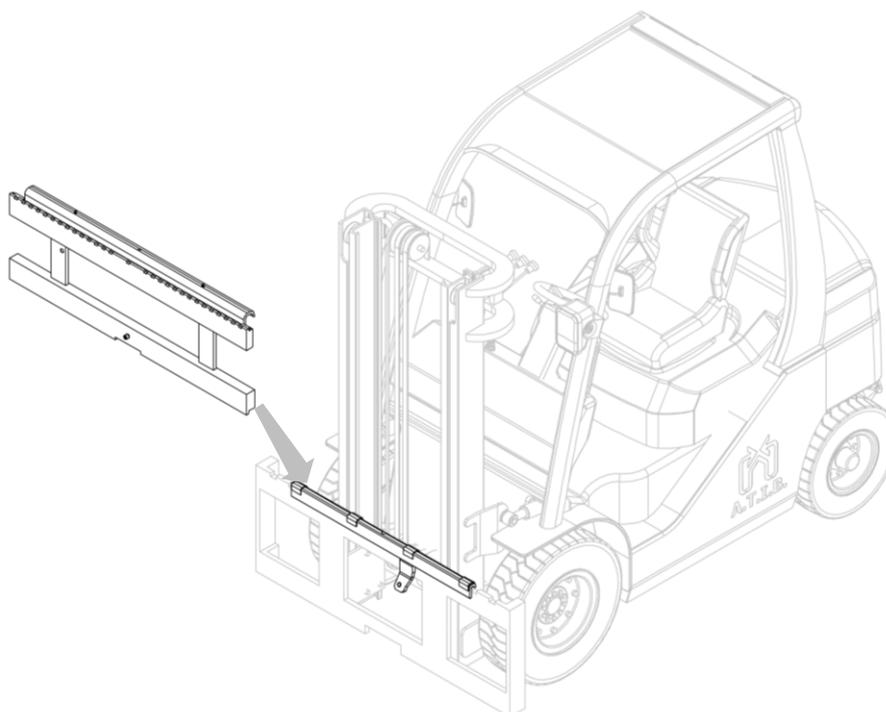

Figura 14
7. Enganche el equipo con un puente grúa colóquelo en el doble gancho, cuidando de colocarlo correctamente (mira *Figura 14*).